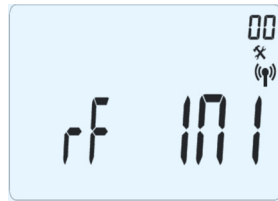

Fig. 25
- 1) *pulsar y mantener accionado durante 5 segundos el pulsador de edición (▶). Aparecerá en pantalla el primer parámetro, como ilustrado en Fig. 25.*